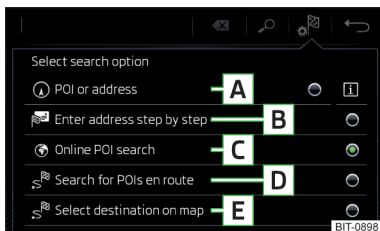

Fig. 156
Suprafețe de comandă funcții » fig. 156
- Apoi atingeți suprafața de comandă funcții a uneia dintre opțiunile de meniu pentru căutarea destinației **A**, **C** sau **D** » fig. 156 la pagina 144.
- ▶ Apoi atingeți suprafața de comandă funcții **[E]** » fig. 156 la pagina 144.